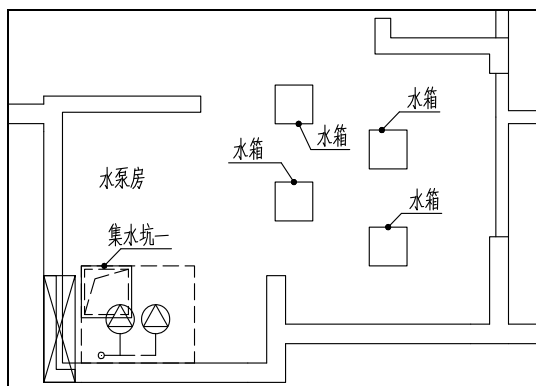

图 13-13 为图形绘制文字标注
⑪ 文字标注。单击“文字表格”→“单行文字”命令、“专业标注”→“引出标注”命令，为图形绘制文字标注，结果如图 13-13 所示。